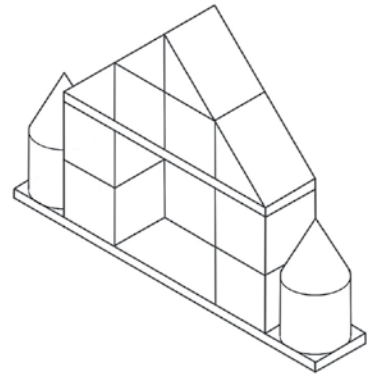
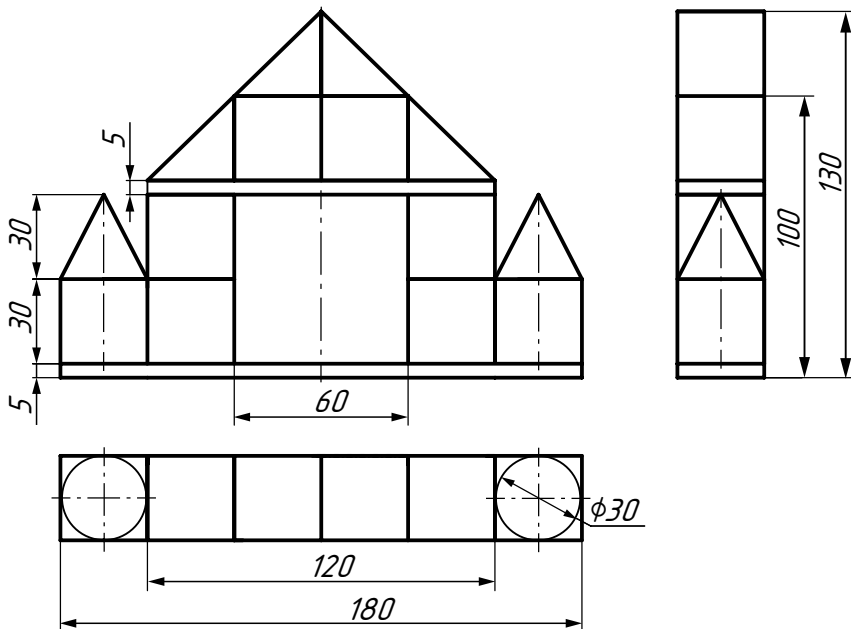

Рис. 74. Технический рисунок модели ворот
Рис. 75. Чертёж модели ворот
2. Рассмотрите технический рисунок модели ворот (рис. 74) и её чертёж (рис. 75).